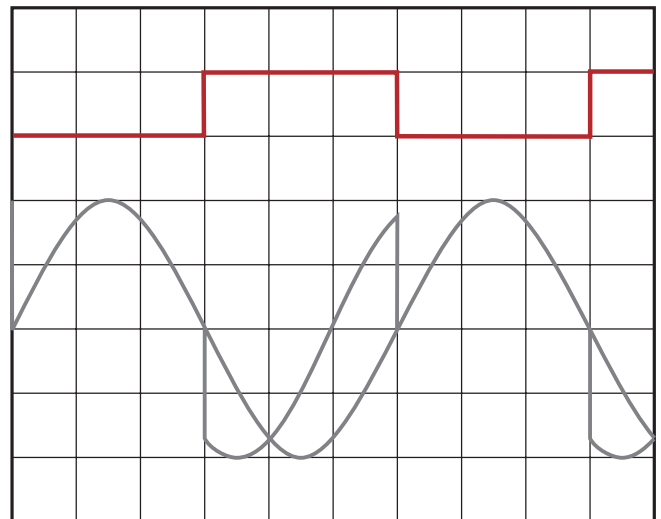

Abb. 2: PSK Signal  $Ph0=70^\circ$ ;  $Ph1=0^\circ$  phasenverschoben
**Abb. 2** zeigt ein Rechtecksignal mit 5V TTL-Pegel. Ebenfalls ist ein Sinussignal sichtbar, dessen Nulldurchgänge zur gleichen Zeit erfolgen wie die Flanken des Rechtecksignals. Dies ist das nicht phasenverschobene Sinussignal. Das dazugehörige PSK Signal ist während des High-Pegels um  $Ph0=70^\circ$  und während des Low-Pegels um  $Ph1=0^\circ$  phasenverschoben.